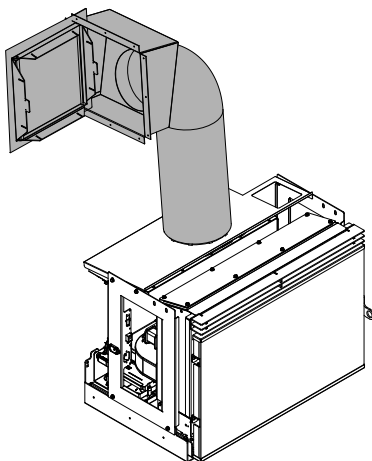

Fig. 38
- Sistema di caricamento con tubo metallico flessibile e sportello di caricamento (**Fig. 38**).